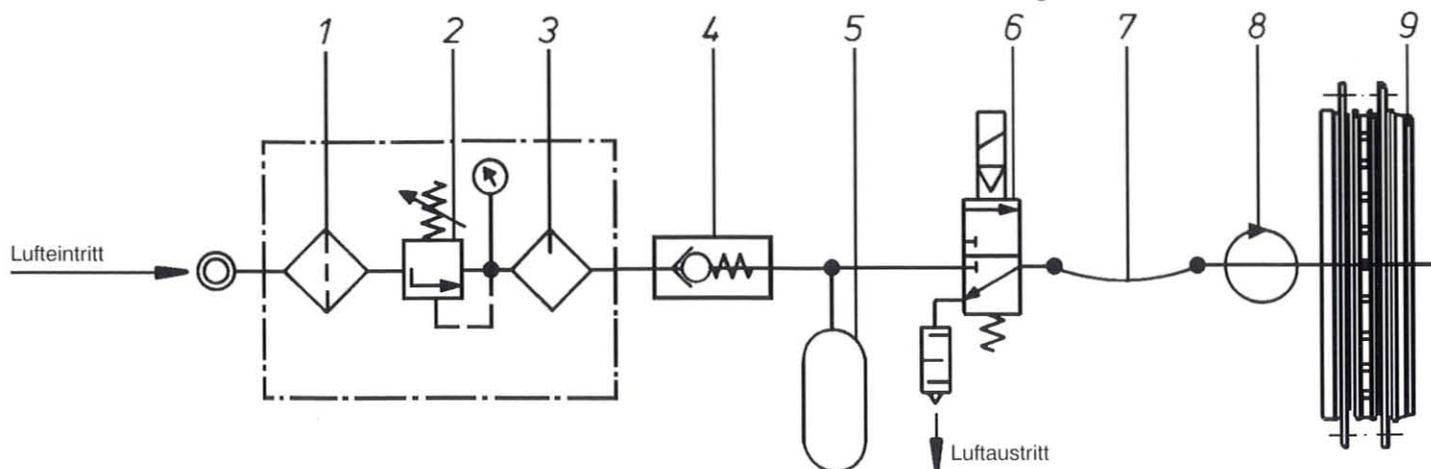

Abb. 18
Um eine einwandfreie Funktion der K-B-K zu garantieren, ist **mindestens** die in Abb. 18 dargestellte Schalterrichtung erforderlich.
Das 3/2-Wegeventil (6) bzw. das Pressensicherheitsventil (6) sollte zwischen Teil 5 und Teil 7 eingebaut werden (s. Abb. 18). Um Verspannungen mit der Verrohrung zu vermeiden, soll der biegsame Schlauch (7) mindestens 300 mm lang sein. Zur Erzielung kürzerer Schaltzeiten kann alternativ das 3/2-Wegeventil (6) bzw. das Pressensicherheitsventil (6) direkt an den Rotor (8) angebracht werden. In diesem Fall ist besonders auf die schlagfreie Verschraubung des Rotors (8) und auf eine Verdrehungssicherung zu achten.